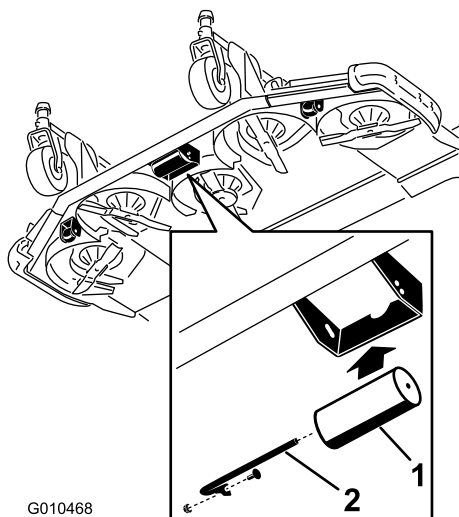

Bild 31
2. Schieben Sie die Welle aus den unteren Löchern der Halterung, richten Sie die Rolle mit den oberen Löchern aus und setzen Sie die Welle ein (Bild 31).